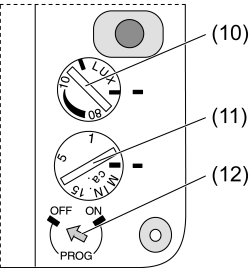

Figure 9: Sélecteurs
- Tourner le sélecteur de luminosité (10) sur la valeur souhaitée (figure 9).
- Tourner le sélecteur de la durée d'activation (11) sur la valeur souhaitée (figure 9). La durée d'activation est réglable d'env. 10 secondes à env. 15 minutes.
- Tourner le commutateur rotatif **PROG** (12) sur **ON** pour activer le mode de programmation (figure 9).